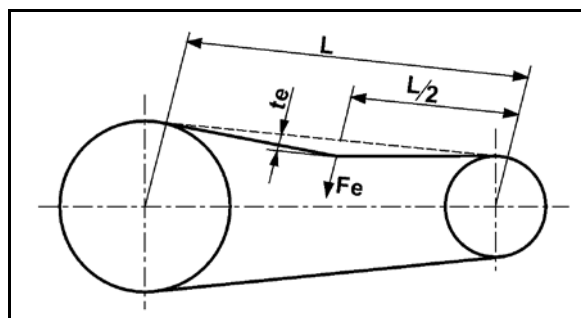

Bild 184
1. Kontrollera om oljenivån är synlig på markeringen (Bild 184/1) då pumpen inte är igång och står vågrätt
2. Ta bort locket (Bild 184/2) och fyll på olja om oljenivån inte är synlig på markeringen (Bild 184/1).
2. Ta bort locket (Bild 184/2).
5. Vrid drivaxeln växelvis åt höger och vänster och fyll långsamt på ny olja. Korrekt oljemängd är påfylld när oljan syns på markeringen (Bild 184/1).
- Beakta respektive monteringsläge för ventilerna på sug- och trycksidan, före borttagning av ventilgrupperna (Bild 184/5).
- Se till att ventilstyrningen (Bild 184/9) inte skadas vid hopsättning. Skador kan leda till att ventilerna sätts igen.
- Dra ovillkorligen åt muttrarna (Bild 184/1,2) korsvis med angivna åtdragningsmoment. Felaktig åtdragning av skruvarna leder till spänning och därmed till läckage.
2. Ta bort muttrarna (Bild 184/1,2).
3. Ta bort sug- och tryckkanalen (Bild 184/3 och Bild 184/4).
4. Ta bort ventilgrupperna (Bild 184/5).
5. Kontrollera ventsäte (Bild 184/6), ventil (Bild 184/7), ventilmfjäder (Bild 184/8) och ventilstyrning (Bild 184/9) beträffande skador resp. slitage.
6. Ta bort O-ringen (Bild 184/10).
8. Montera ventilgrupperna (Bild 184/5) efter kontroll och rengöring.
9. Sätt dit nya O-ringar (Bild 184/10).
10. Fäst sug- (Bild 184/3) och tryckkanalen (Bild 184/4) på pumphuset.
11. Dra åt muttrarna (Bild 184/1,2) korsvis med ett åtdragningsmoment på **25 Nm (BP 160-185) / 20 Nm (AR 250-280)**.